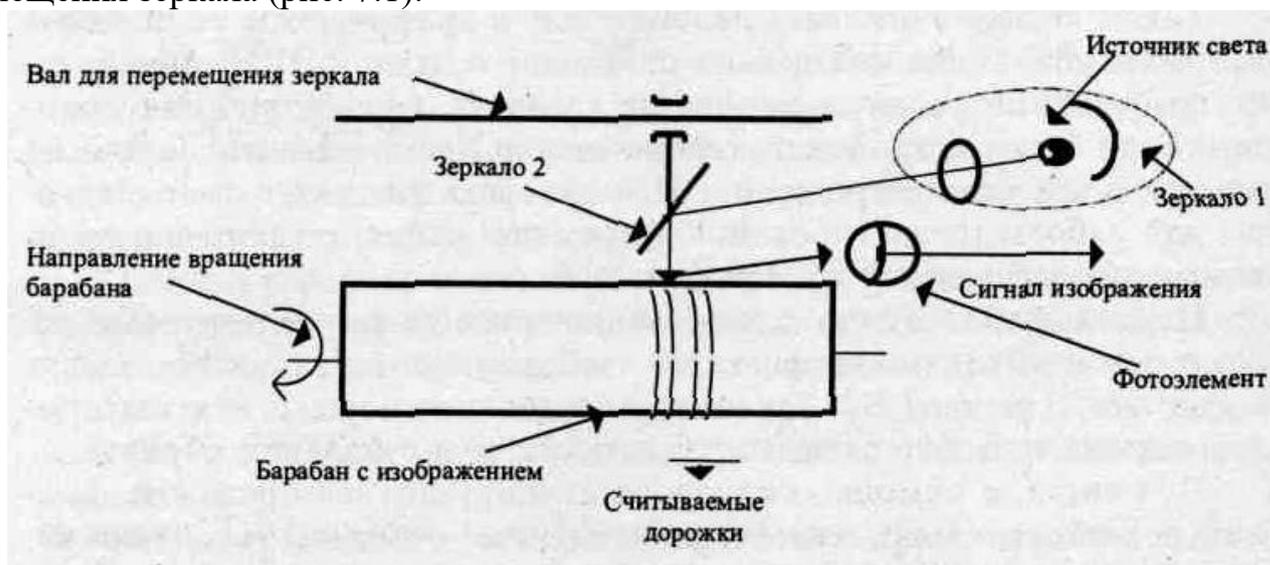

Рис. 7.1. Схема оптического считывателя со спиральной барабанной разверткой
**Оптические считыватели со спиральной барабанной разверткой** состоят из барабана с закрепленным на нем носителем считываемого изображения, зеркала, источника света, фотоэлемента и механического привода для вращения барабана и перемещения зеркала (рис. 7.1).